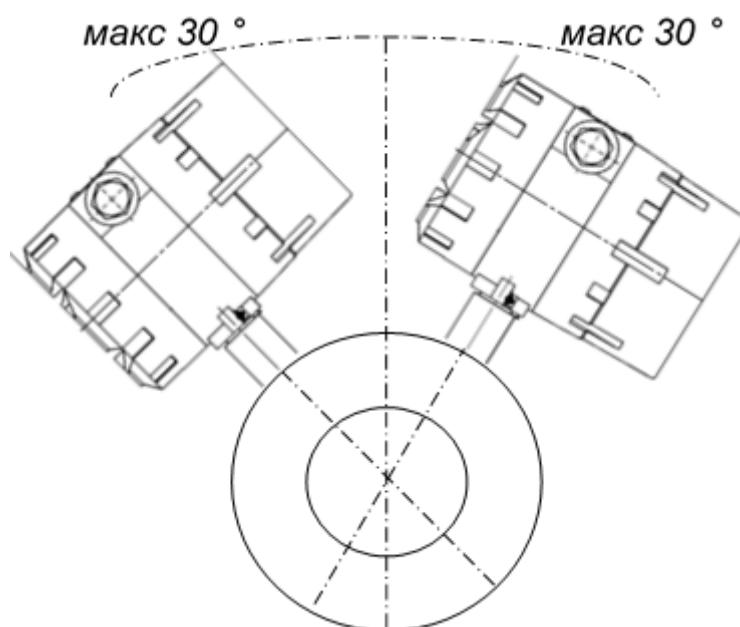

Рисунок 3. Установка в горизонтальных трубопроводах
7.1.7 При установке в горизонтальном трубопроводе отклонение ЭМ от вертикальной линии не более 30° (Рисунок 3).